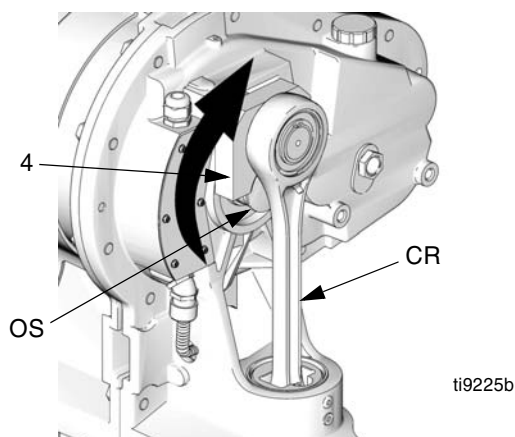

FIG. 7. Vrid vevarmen
- f. Se FIG. 7. Vrid vevarmen (4) så att den går att ta bort från utgångsaxeln.